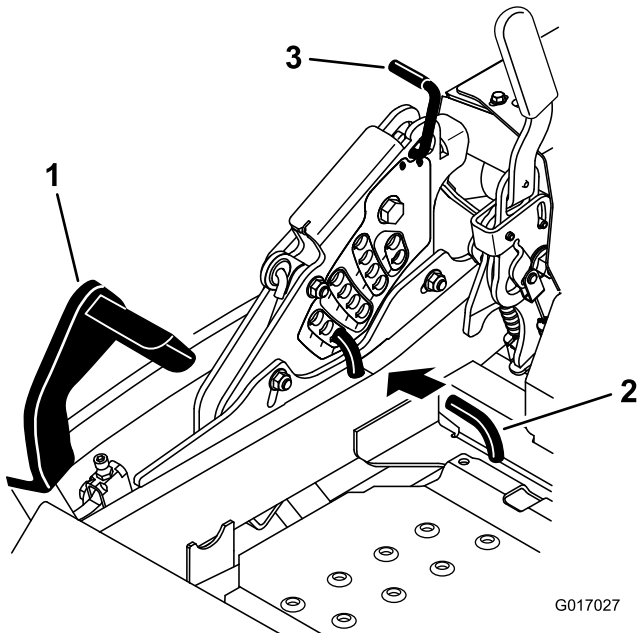

Figure 27
2. Appuyez sur la pédale de relevage du tablier avec le pied et relevez le tablier en position de transport (qui est aussi la position de hauteur de coupe de 140 mm [5,5"]) (Figure 27).
3. Pour changer de hauteur de coupe, retirez la goupille fendue et l'axe de chape du support de hauteur de coupe (Figure 27).
4. Placez la goupille dans le trou du support correspondant à la hauteur de coupe voulue (Figure 27).